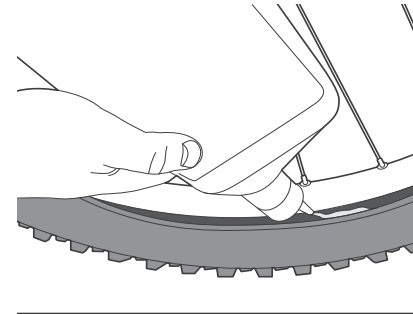

Figure 20. Versez du produit d'étanchéité dans la partie ouverte du pneu.
3. Versez du produit d'étanchéité dans la partie ouverte du pneu (Figure 20). Lisez les instructions indiquées sur le flacon du produit d'étanchéité pour savoir quelle quantité utiliser.